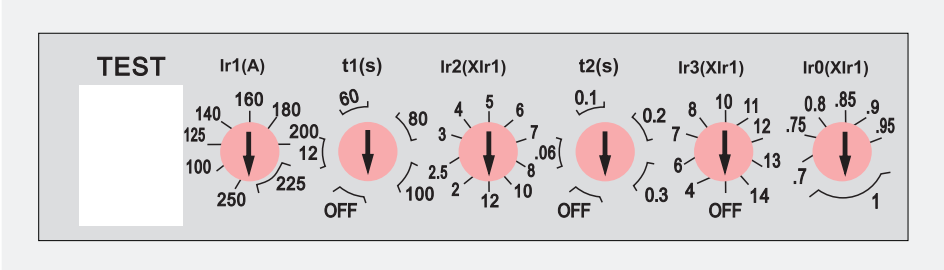
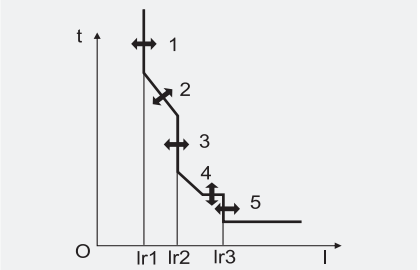

图10
图11
5. HSM2E-250, In=250A电子式脱扣器见图10、图11